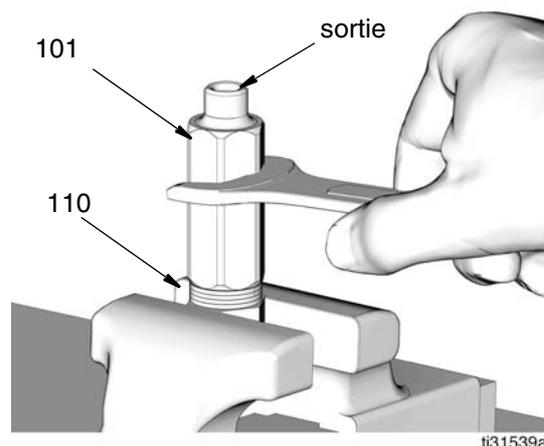

FIG. 39
- Ajouter ou retirer les entretoises de sortie (110) (FIG. 39, page 42) de l'ensemble vanne injecteur.